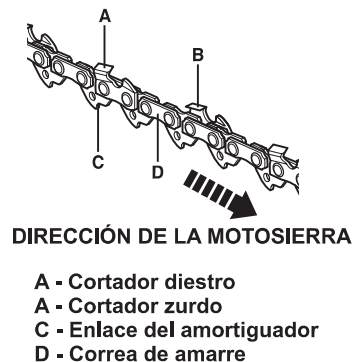

Fig. 19
- Mantenga todas las longitudes de corte iguales (Fig. 19). Cada vez que la punta de corte se afila, la longitud disminuye.